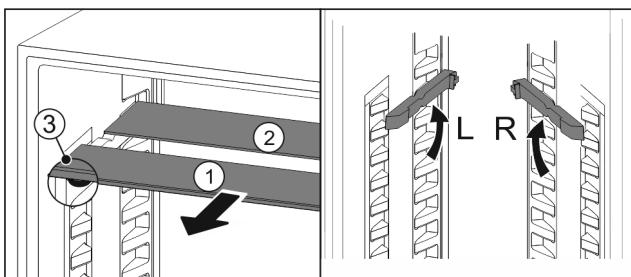

Fig. 112
- ▶ Посьуньте Fig. 112 (1) скляну панель вперед.
- ▷ Скляна панель Fig. 112 (1) з декоративною планкою лежить спереду.
- ▷ Стопори Fig. 112 (3) показують вниз.